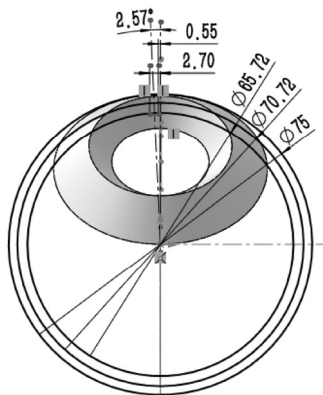

图 8-64 绘制中心线草图
① 绘制直线 1。过原点绘制一条竖直中心线，如图 8-64 中的直线 1。
② 绘制直线 2、3。绘制两条竖直构造直线 2、3，其位置如图 8-64 所示。
③ 绘制直线 4。过原点绘制一条倾斜构造直线 4，其与水平方向的夹角为  $2.57^\circ$ ，如图 8-64 所示。
④ 绘制圆。单击“草图”控制面板中的“圆”按钮，绘制 3 个圆，直径分别为 65.72mm、70.72mm 和 75mm，如图 8-64 所示。